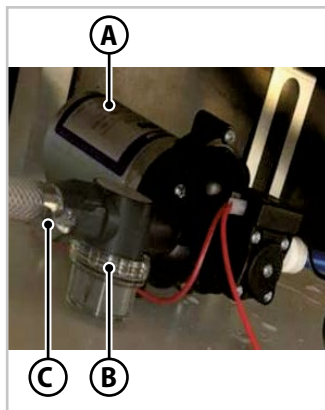

Fig. 7.1 - Filtro externo de la bomba de agua
3. Acceda a la bomba del agua (A - Fig.7.1) quitando los cojines del sofá de la dinette y quitando la tapa del alojamiento del depósito del agua potable.
4. Desenrosque el racor de plástico (C - Fig.7.1) que une el filtro con el tubo de desagüe.
5. Desenrosque la tapa transparente (B - Fig.7.1) del filtro y extraiga el cuerpo de filtro.